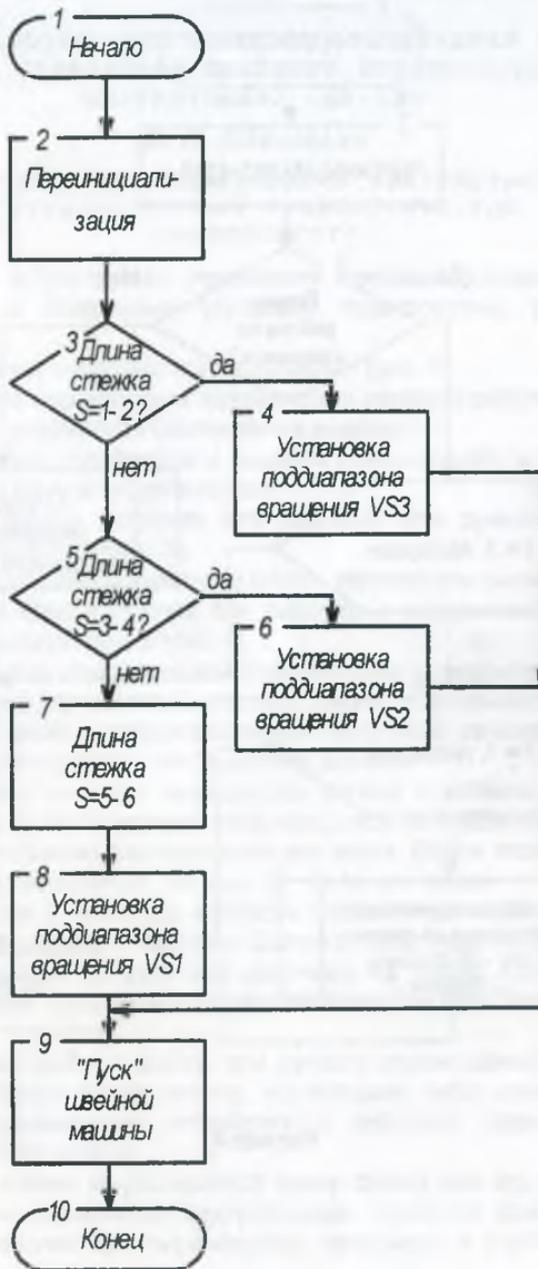

Рисунок 3
- 3) Алгоритм подпрограммы выбора скорости перемещения материала (рис. 3);
Если педаль нажата в положении «Вперёд», то происходит выбор скорости вращения главного вала швейной головки из подпрограммы обработки перемещений подачи материала (блок 7, рис. 1), к соответствующей подпрограмме (рис. 3).
Подпрограмма выбора скорости вращения главного вала определяет соответствующую скорость в зависимости от длины стежка. весь диапазон скорости вращения автоматизированного электропривода разбит на три поддиапазона в зависимости от длины стежка (VS1, VS2, VS3). Таким образом, после определения скорости вращения главного вала происходит «пуск» швейной машины (блок 7, рис. 3).